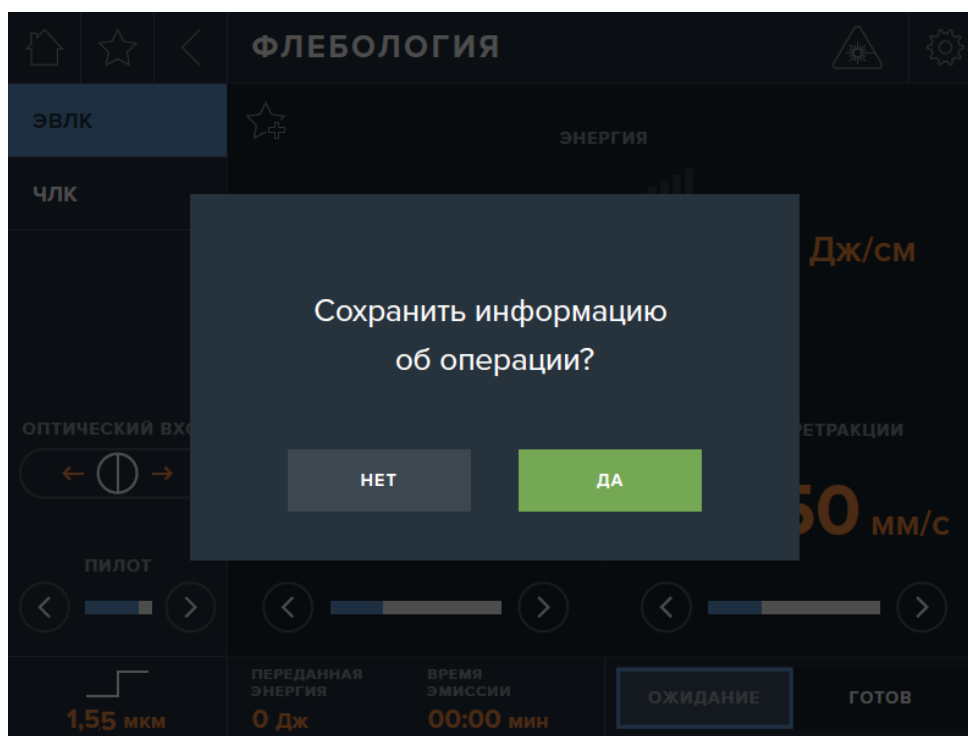

Рис. 34. Запрос на сохранения информации об операции.
Для сохранения информации об операции, необходимо после ее завершения выйти из режима «Готов» и нажать на кнопки «Домой», «Избранное» или «Назад» (кнопки 1, 12 и 13 на рис. 16). На экранах «ФЛЕБОЛОГИЯ», «ЛОР» и «ХИРУРГИЯ» можно также нажать на кнопку изменения предустановленного режима. После нажатия на одну из этих кнопок, появится окно с запросом на сохранение информации об операции (рис. 34).
Для изменения даты и времени необходимо нажать кнопку (5) на экране «НАСТРОЙКИ» (рис. 34).